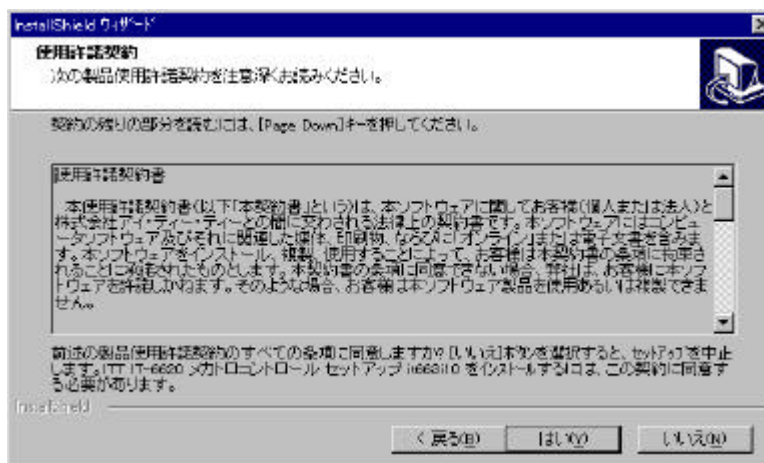

図 3 使用許諾画面
- (4) 使用許諾文書を確認後、同意される場合は「次へ」ボタンをクリックします。(図 3 参照)